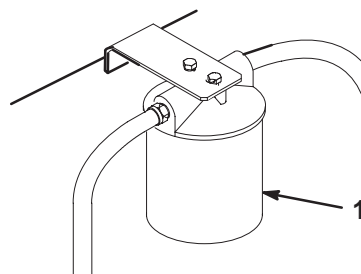

Figure 50
3. Placez un bac de vidange sous le filtre, déposez le filtre usagé et essuyez la surface du joint de l'adaptateur (Fig. 50).